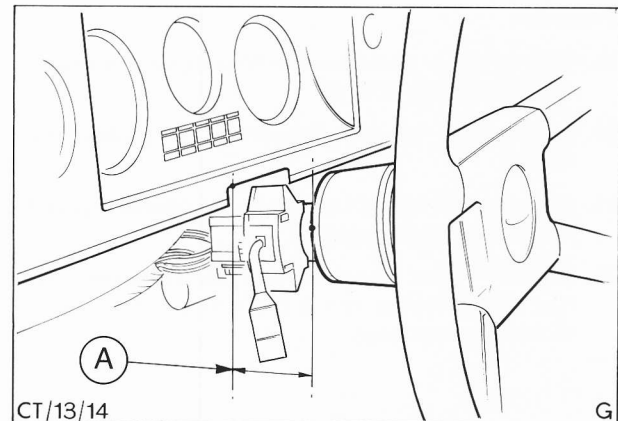

Abb. 83 Lenksäule in richtige Einbaulage bringen
31. Lenksäule axial verschieben, um zwischen Unterkante Lenkrad und Instrumententafel einen Abstand von  $75 \text{ mm} \pm 2 \text{ mm}$  zu erreichen, Abb. 83. Befestigungsmuttern mit vorgeschriebenem Drehmoment festziehen.